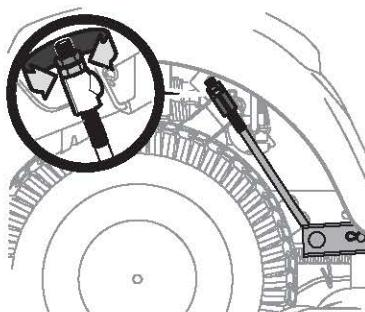

Figura 36
- Debajo de los guardabarros traseros dentro de las ruedas hay una varilla de ajuste de elevación para cada lado de la plataforma (Figura 36).